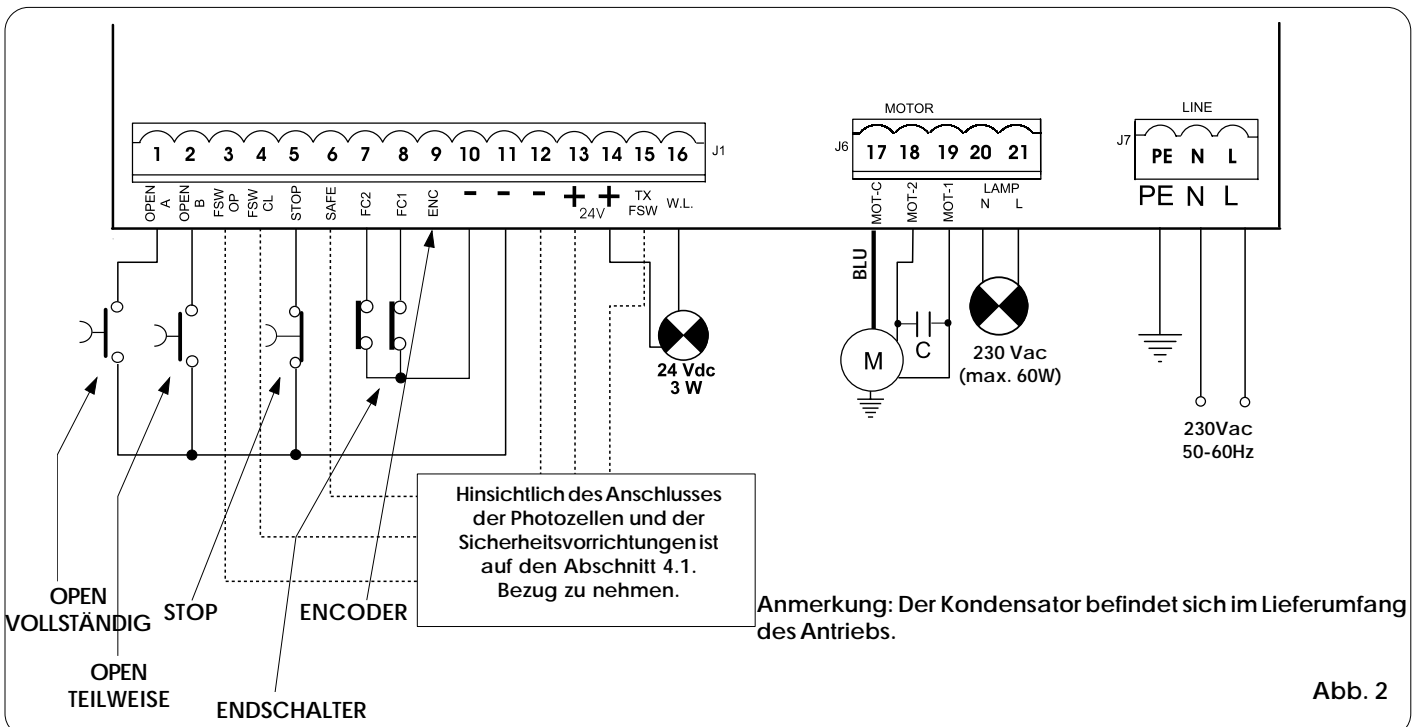

Abb. 2
- Das Erdungskabel ist an die entsprechende Klemme auf dem Stecker J7 des Geräts anzuschließen (siehe Abb. 2).
4.2. Klemmenbrett J7 - Versorgung (Abb. 2)
4.3. Klemmenbrett J6 - Motoren und Blinkleuchte (Abb. 2)
4.4. Klemmenbrett J1 - Zusatzgeräte (Abb. 2)
FC1/FC2 - Kontakte Endschalter beim Öffnungs- und Schließvorgang (Klemmen 7 und 8): Die Endschalter beim Öffnungs- und Schließvorgang haben die Aufgabe, den Bezugspunkt für den Stillstand oder den Beginn der Abbremsung (vor und nach dem Endschalter) oder die Bremsung des Antriebs zu ermitteln (siehe detaillierte Programmierung in Kap. 5.2). Die Endschaltervorrichtung muß einen Arbeitskontakt aufweisen, der zwischen den Eingang (FC1 oder FC2) und die Klemme - des Gerätes geschaltet wird (siehe Abb. 2).